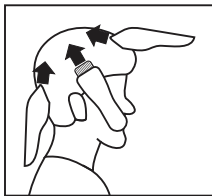

Figura 9
- Usando o pente de 9-12 mm, cortar a partir da nuca até o alto da cabeça. Manter o pente de 12 mm contra a cabeça e lentamente mover o aparelho através dos cabelos (**Figura 9**).
- Usar a mesma técnica cortando de baixo para cima nas laterais da cabeça (**Figura 9**).